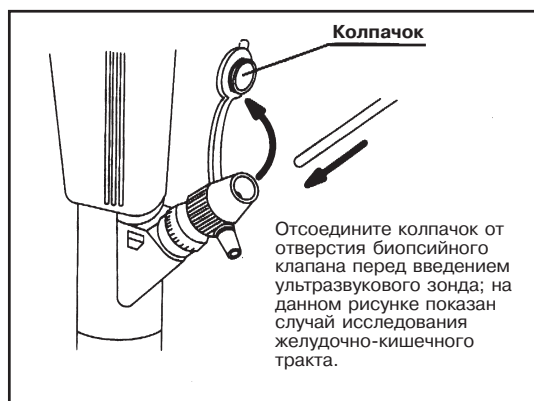

Рис. 4.1
- При использовании эндоскопов с биопсийным каналом отсоединяйте колпачок от отверстия биопсийного клапана перед введением ультразвукового зонда. Введение ультразвукового зонда через закрытый колпачок может привести к повреждению ультразвукового зонда (см. рис. 4.1).
3. При использовании эндоскопа с биопсийным клапаном отсоедините колпачок от отверстия биопсийного клапана. Осторожно введите ультразвуковой зонд в эндоскоп медленно и короткими порциями, удерживая вводимую трубку вплотную к клапану биопсийного канала (см. рис. 4.1).